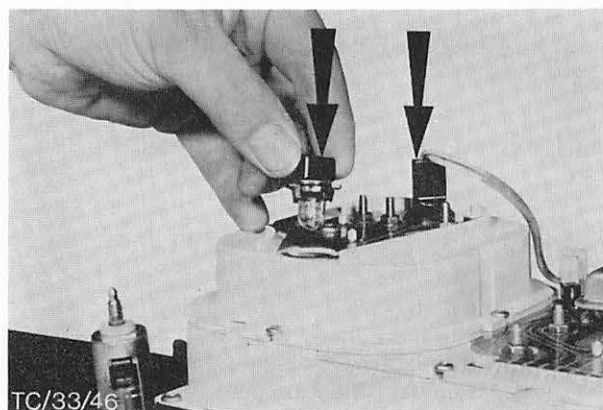

Abb. 16 Lampenfassungen mit Glühlampen — Drehzahlmesser-Beleuchtung
1. Beide Lampenfassungen der Drehzahlmesser-Beleuchtung, eine mit, eine ohne Kabel, herausnehmen, Abb. 16.
8. Beide Lampenfassungen — Drehzahlmesser-Beleuchtung einsetzen, Abb. 16.